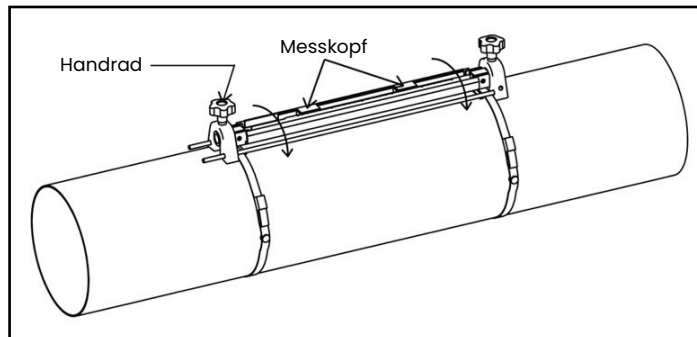

Abbildung 12: Messkopf in Sichtweite gedreht
- a. Lösen Sie beide Messkopf und drehen Sie die Vorrichtung, so dass die Messkopf sichtbar sind (siehe *Abbildung 12* unten).
- a. Drehen Sie die Vorrichtung, so dass die Messkopf sichtbar sind (siehe *Abbildung 12 auf Seite 12* unten).